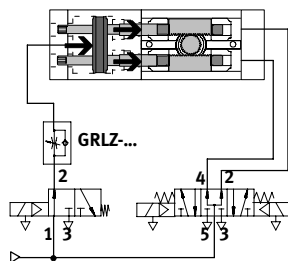
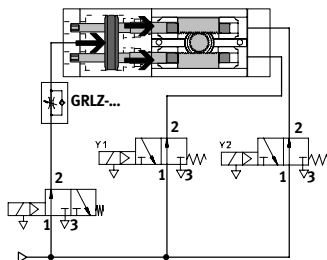

Fig. 43
Fig. 44
- Utilice las válvulas de vías siguientes (p. ej., accionamiento como se indica en Fig. 43 o en Fig. 44 – Representación de las válvulas de posición intermedia accionadas):